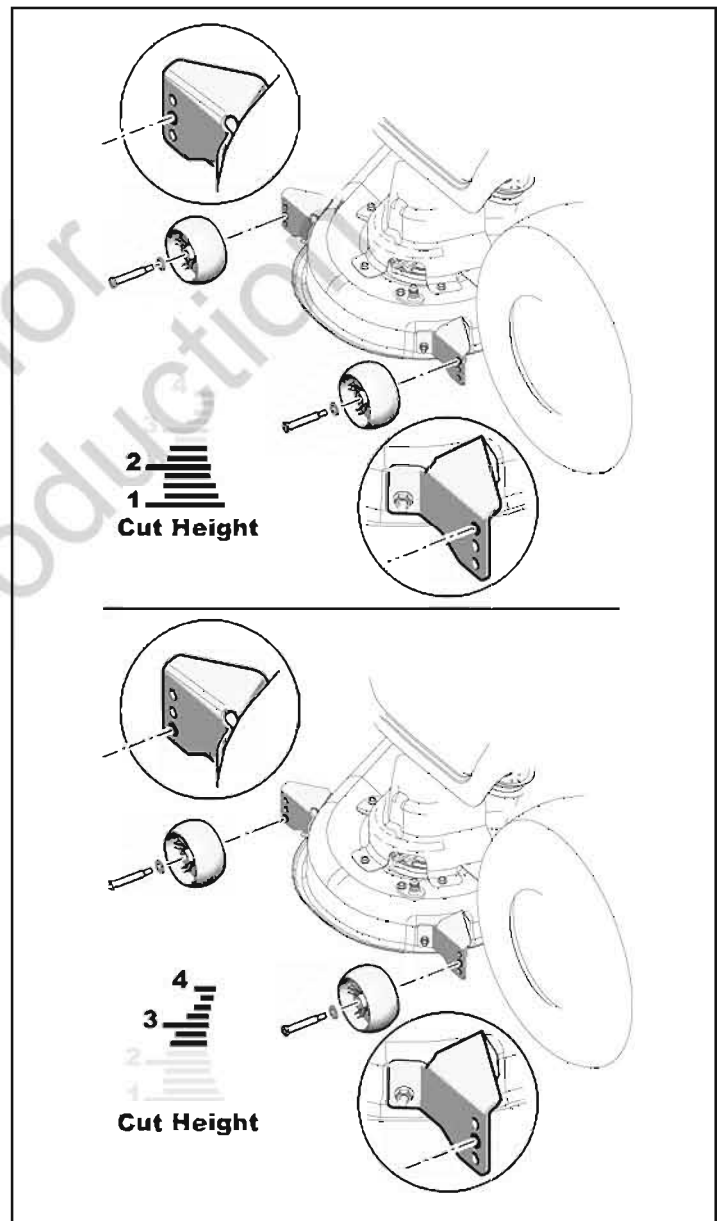

Рисунок 14
4. Отрегулируйте передние и задние ограничительные колеса как требуется (см. Рис. 14).